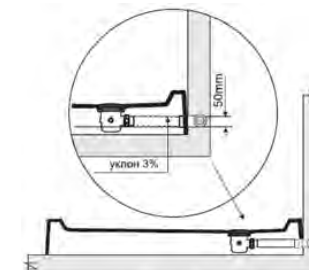

Рис. 1
ВНИМАНИЕ! Монтаж душевой кабины производится только на полностью подготовленное место (рис. 1,2).
7. Для обеспечения слива воды из поддона канализационная труба должна быть ниже дна поддона. Уровень канализации не должен превышать 30 мм от пола до центра канализационной трубы (рис.1).